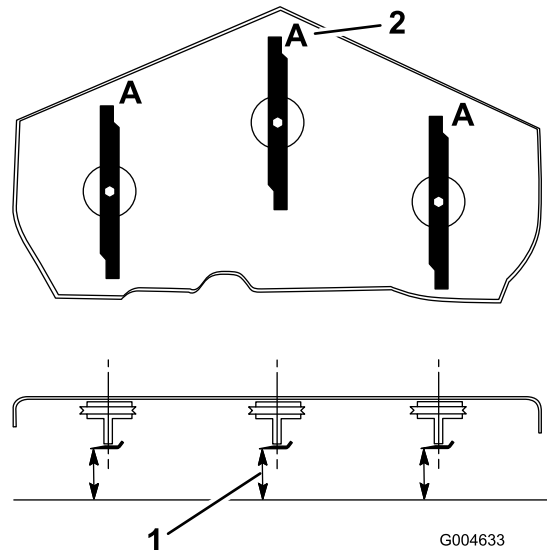

Bild 72
3. Drehen Sie die Schnittmesser, bis die Enden nach vorne und hinten gerichtet sind (Bild 72). Messen Sie von einer ebenen Fläche bis zu den Schnittkante (Position A) der Messer (Bild 72). Notieren Sie diesen Wert.